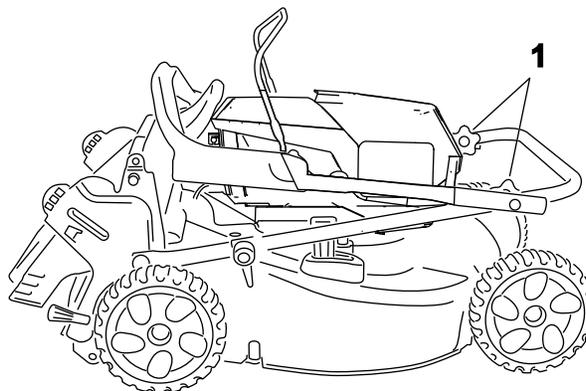

Figura 21
3. Rode a pega toda para a frente (Figura 21).